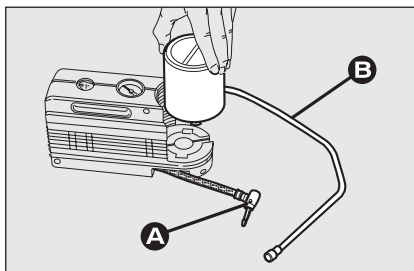

fig. 10
- ☐ déconnecter la greffe **A**-fig. 10;